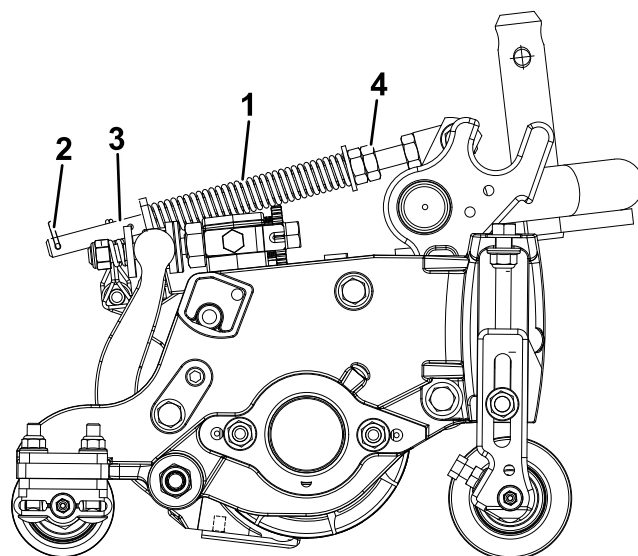

Figura 11
2. Apriete las tuercas hexagonales del extremo delantero de la varilla del muelle hasta que la longitud comprimida del muelle sea de 12,7 cm (Figura 11).
El muelle de compensación del césped (Figura 11) transfiere peso del rodillo delantero al trasero. Esto ayuda a reducir el patrón de ondulación en el césped.
1. Asegúrese de que el pasador de horquilla está instalado en el taladro del extremo de la varilla del muelle (Figura 11).